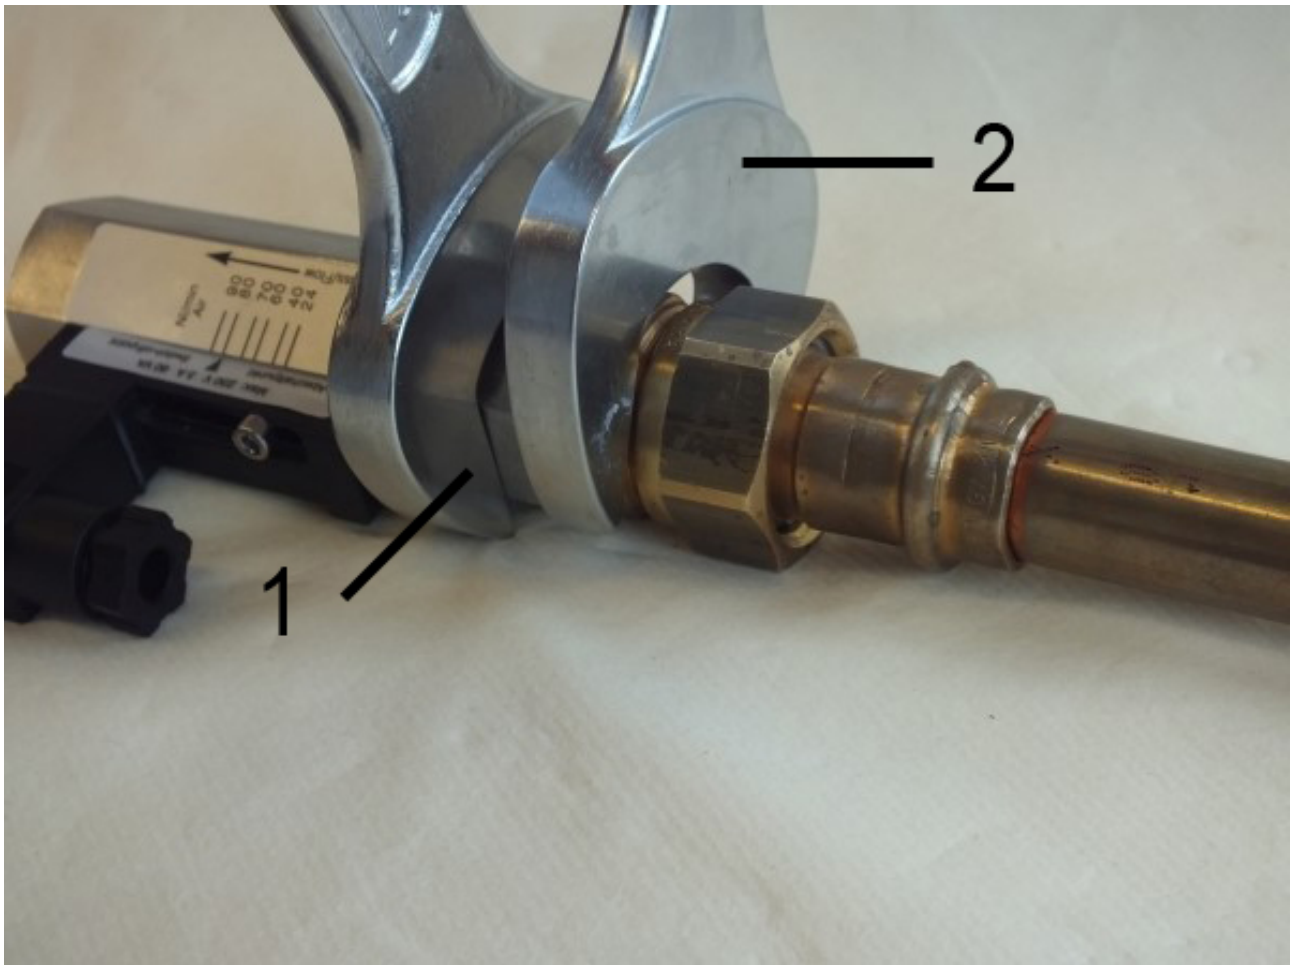

Abb. 12: Gerät einschrauben
3. ➤ Übergangverschraubung (Abb. 12/2) unter Gegenhalten des Gerätekörpers (Abb. 12/1) weiter eindrehen, bis die Verbindung dicht ist